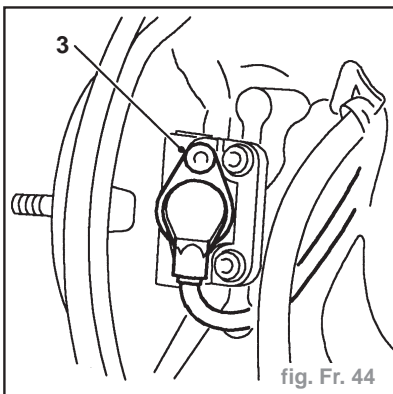

fig. Fr. 44
- Enlever la vis Torx Tx30 maintenant le capteur ABS (3) sur le moyeu et dégager le capteur (fig. Fr 44)